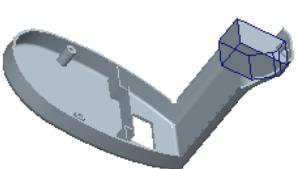
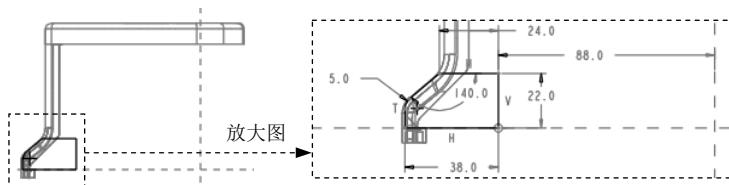

图 26.17 创建拉伸曲面
图 26.18 截面草图
Step1. 通过拉伸的方法创建图 26.17 所示的曲面。
- (1) 单击**分型面**功能选项卡**形状**区域中的按钮, 此时系统弹出“拉伸”操控板。
(2) 定义草绘截面放置属性。右击, 选择菜单中的**定义内部草绘...**命令; 选择 MOLD_FRONT 基准平面为草绘平面, 然后选取 MOLD_RIGHT 基准平面为参考平面, 方向为**右**。单击**草绘**按钮。
(3) 进入草绘环境后, 绘制图 26.18 所示的截面草图。完成特征截面的绘制, 单击“草绘”操控板中的“确定”按钮。
(4) 设置深度选项。在操控板中选取深度类型, 在深度值文本框中输入深度值 25。
(5) 在操控板中单击**选项**按钮, 在“选项”界面中选中封闭端复选框。
(6) 在“拉伸”操控板中单击 \checkmark 按钮，完成特征的创建。